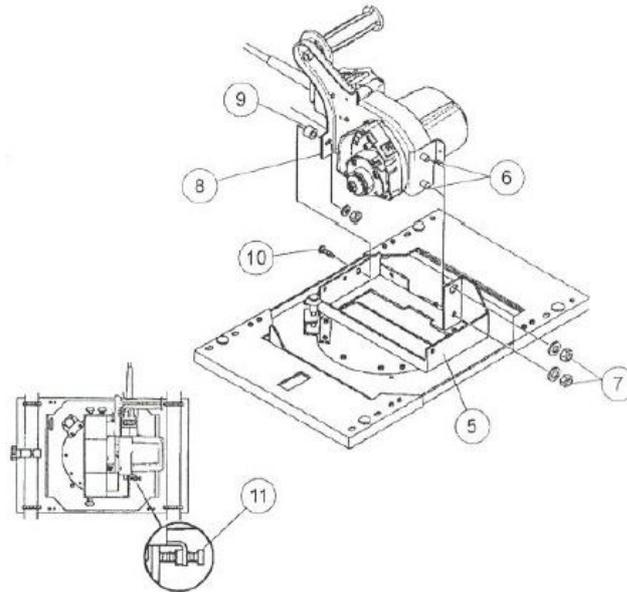

РИС. 3. Установка мотора на станки С4, С5, Н4, Н5, Н6, Н7
Мотор станка находится внутри коробки с пометкой "Saw Motor". Он поставляется с двумя шайбами, тремя гайками и одним крепежным болтом. Снимите эти крепежные элементы с мотора, для того, чтобы поставить его на поворачивающуюся раму пильного узла (см. РИС. 3).
2. Установите мотор на раме пыльного узла, вставив шпильки (6) на моторе в отверстия на поворотной раме (5). См. РИС. 3 . Установите шайбы и гайки (7), и вручную затяните их.
3. Кронштейн (8), который расположен на ручке, имеет одно отверстие. Поместите прокладку (9) между кронштейном на раме и кронштейном на ручке мотора. Совместите это отверстие с отверстием в поворотной раме, как это показано на РИС. 3 и вставьте болт (10). Установите гайку, и вручную затяните.
4. Убедитесь, что винт (11) на моторе находится на одном уровне с поворотной рамой, как показано на рисунке. Этот винт (11) устанавливается на заводе и не требует регулировки.
5. Сначала затяните две нижние гайки (7), только потом одну верхнюю (10).